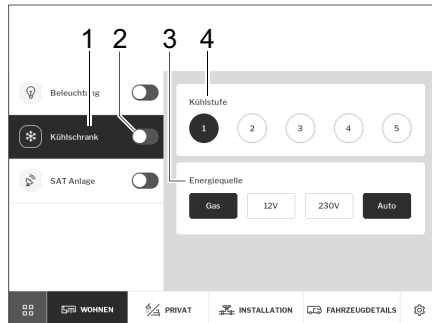

Fig. 277 Réfrigérateur
- Activer ou désactiver le réfrigérateur à l'aide de l'interrupteur coulissant (Fig. 277,2).
- Appuyer sur la touche *Réfrigérateur* (Fig. 277,1). Dans le bandeau de commande, il est possible de régler le niveau de refroidissement (Fig. 277,4) et la source d'énergie (Fig. 277,3).